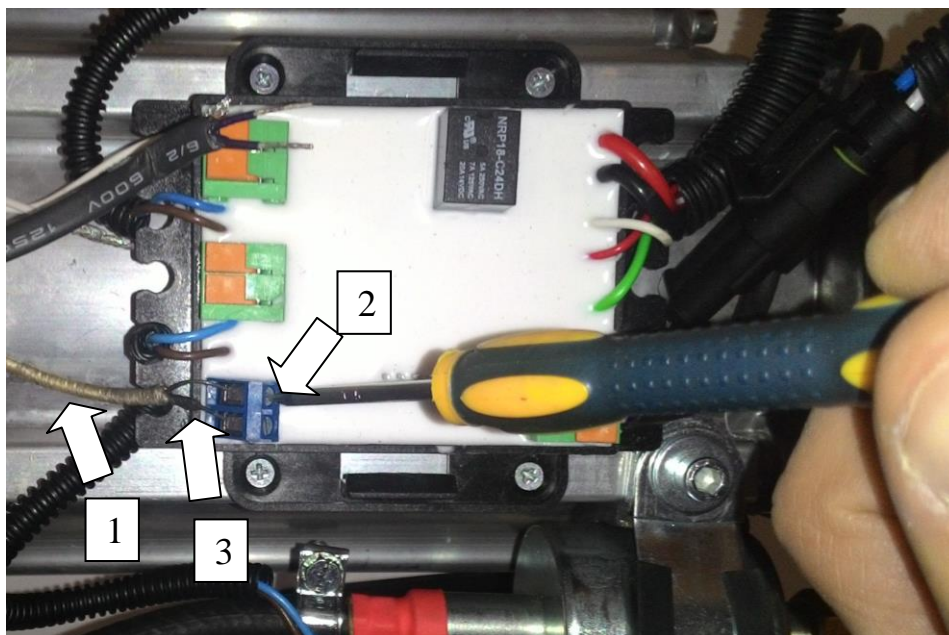

Рис.13 Отсоединение проводов индикатора пламени
Проверку на работоспособность производить следующим образом (см. рисунок 13):
Монтаж индикатора пламени производить в обратном порядке, при подключении проводов к блоку управления контролировать расположение проводов по черной метке поз.3 рисунок 13 (провод с меткой должен быть подключен к крайнему гнезду разъема блока управления)
- отсоединить провода питания индикатора пламени поз. 1 рисунок 13;